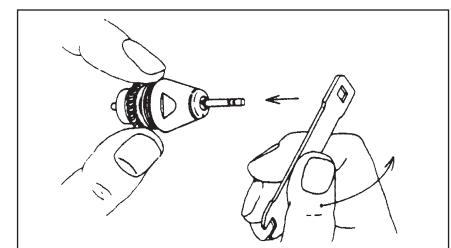

Fig.11
2) Maintenez le rotor avec deux doigts, comme l'illustre la Fig.11.